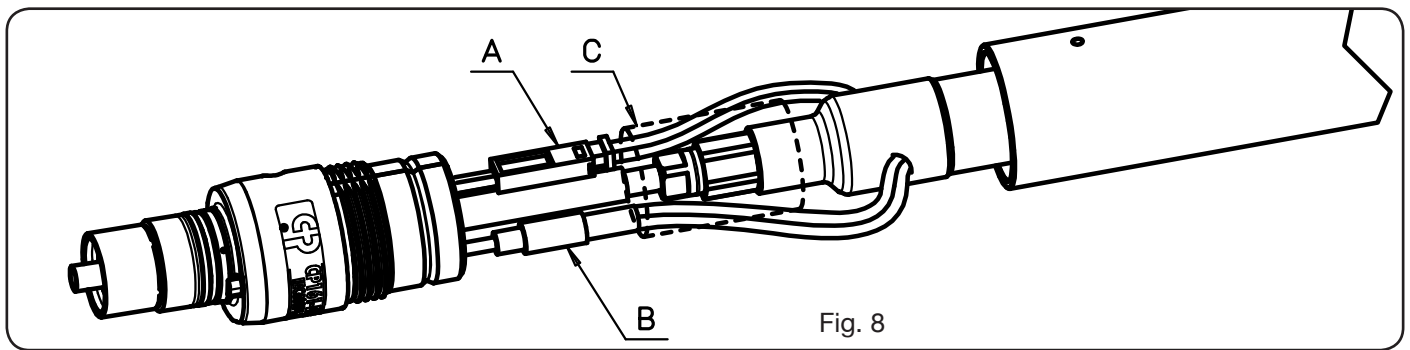

Fig. 8
- Desenroscar el tornillo sin cabeza **G** y a continuación el mango **M**, tirándolo hacia atrás hasta dejar a la vista todos los cables (véase Fig. 8).
- Desenroscar el tornillo sin cabeza **G** y, a continuación, el mango **M**, tirándolo hacia atrás hasta mostrar todos los cables (véase Fig. 8);